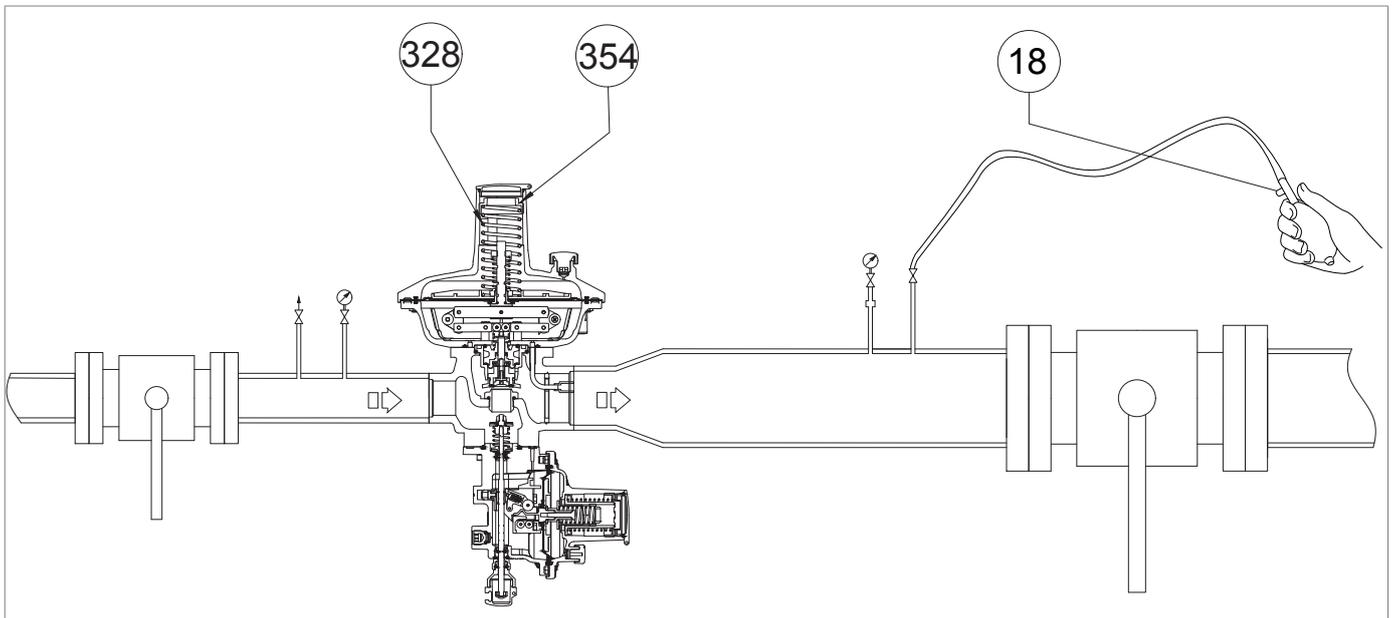
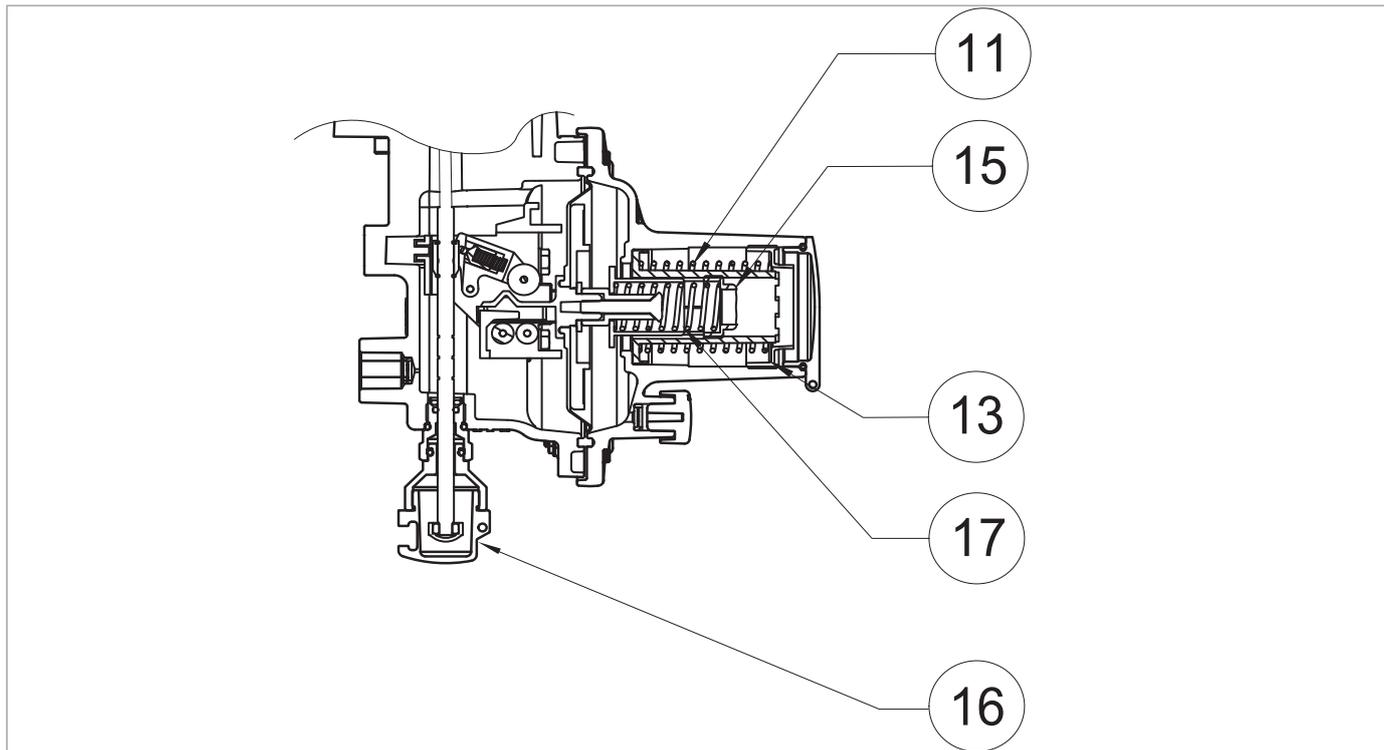
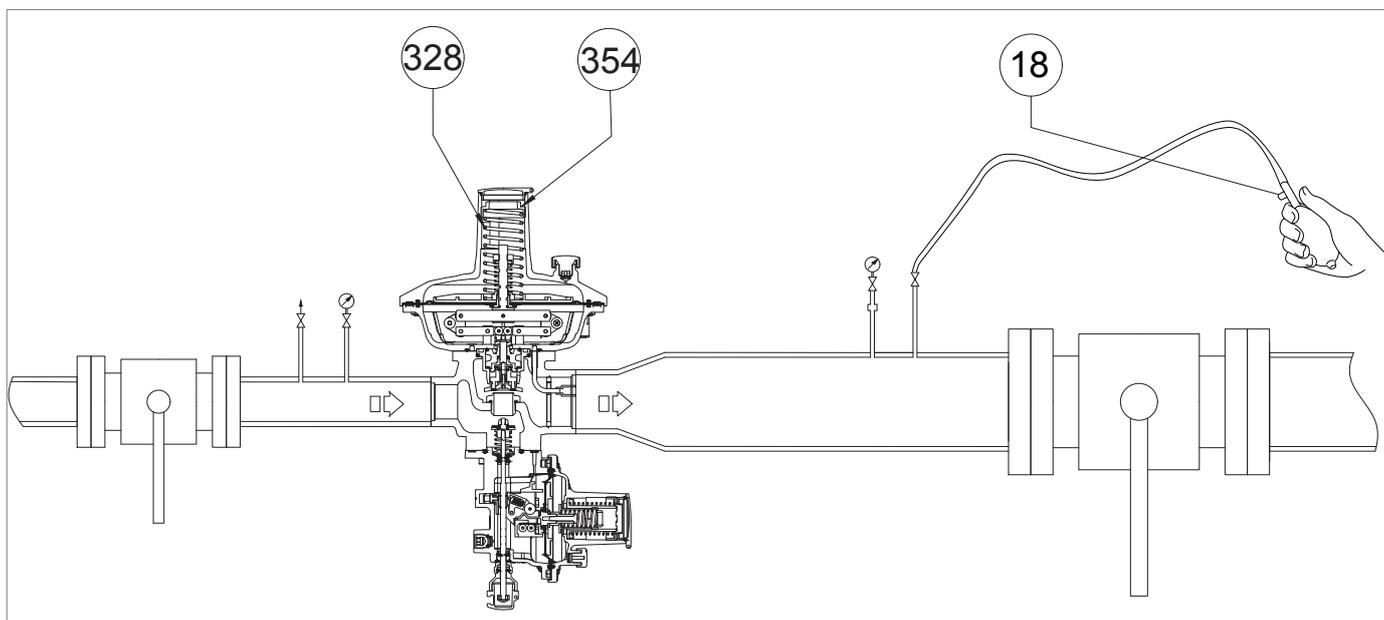

Рис. 8.22. Герметизация с внешним источником для встроенного ПЗК LA
Рис. 8.20. Калибровка реле давления для клапана блокировки LA
Рис. 8.21. Герметизация с внешним источником для встроенного ПЗК LA
| 1 | <p>Увеличить давление на выходе до значения срабатывания ПЗК, подключив внешний источник давления к сливному крану (Рис. 8.20, дет. б), расположенному на трубопроводе на выходе, убедившись, что открыт дополнительный сливной вентиль (Рис. 8.22, дет. 18).</p> <div style="border: 1px solid black; padding: 5px; margin: 5px 0;">  ВАЖНАЯ ИНФОРМАЦИЯ! </div> <p>Проверить давление с помощью манометра на выходе (Рис. 8.20, п. 5).</p> <p>Если отсекающий клапан:</p> <ul style="list-style-type: none"> • срабатывает до предусмотренного значения давления: закрутить (по часовой стрелке) регулирующее кольцо (13), чтобы больше сжать пружину (11); • не срабатывает на предусмотренном значении давления: отвинтить (против часовой стрелки) регулирующее кольцо (13), чтобы сработала пружина (11). |
| 2 | Уменьшить давление в нижней части, открыв дополнительный сливной кран (Рис. 8.22, дет.18), чтобы довести его до калибровочного значения основного регулятора. |
| 3 | Закреть дополнительный сливной кран (Рис. 8.22, дет. 18). |
| 6 | Закреть сливной кран (Рис. 8.20, дет.б) для отключения внешнего источника давления. |
| 1 | Частично открыть сливной кран (Рис. 8.20, дет. 6) в атмосфере и удерживать его открытым для следующих этапов. |
| 2 | Повернуть регулировочное кольцо (Рис. 8.20 дет. 3) регулятора против часовой стрелки, чтобы уменьшить давление на выходе (Pd) до минимального давления, необходимого для работы ПЗК. |
| 3 | <p>При необходимости снять крышку (Рис. 8.22, дет. 354) вместе с регулировочное кольцо и снять регулировочную пружину (Рис. 8.22, дет. 328).</p> <div style="border: 1px solid black; padding: 5px;"> <p>! ВАЖНАЯ ИНФОРМАЦИЯ! Проверить значение давления срабатывания ПЗК, указанное манометром на выходе (Рис. 8.20, дет. 5).</p> </div> |
| 4 | <p>Если отсекающий клапан:</p> <ul style="list-style-type: none"> срабатывает до предусмотренного значения давления: отвинтить (против часовой стрелки) регулирующее кольцо (Рис. 8.21, дет. 15), чтобы сработала пружина (Рис. 8.21, дет. 17); не срабатывает на предусмотренном значении давления: завинтить (по часовой стрелке) регулирующее кольцо (Рис. 8.21, дет. 15), чтобы больше сжать пружину (Рис. 8.21, дет. 17). |
| 5 | <p>После проведения проверки на срабатывание отсекающего клапана при заданном значении, действовать следующим образом:</p> <ol style="list-style-type: none"> 1. Закрыть вентиль стравливания (Рис. 8.20, дет. 6) 2. Установите регулировочную пружину (рис. 8.21, дет. 328), заглушку (Рис. 8.22, дет. 354), регулировочное кольцо (Рис. 8.20, дет. 3) 3. Медленно открыть входной отсекающий клапан (V1) до тех пор, пока значение давления на выходе (Pd) не достигнет калибровочного значения регулятора, сверяясь с манометром на выходе (Рис. 8.20, дет. 5) 4. Закрыть отсекающий клапан на входе (V1) 5. Медленно и частично открыть вентиль стравливания (Рис. 8.20 дет. 6), чтобы уменьшить давление на выходе по показаниям манометра на выходе (Рис. 8.20 дет. 5), пока не сработает минимальное давление 6. Проверить правильное тарирование пружины минимального давления, повторяя шаги 2-3-4 не менее трёх раз 7. Выполнить тарирование главного регулятора, см. пар. «8.5 - Процедура запуска в эксплуатацию регулятора» |
| 7 | Повернуть по часовой стрелке регулирующее кольцо (Рис. 8.20, дет.3), чтобы увеличить давление на выходе до значения тарирования регулятора. |
| 9 | Закрыть сливной вентиль (Рис. 8.20, дет. 6). |